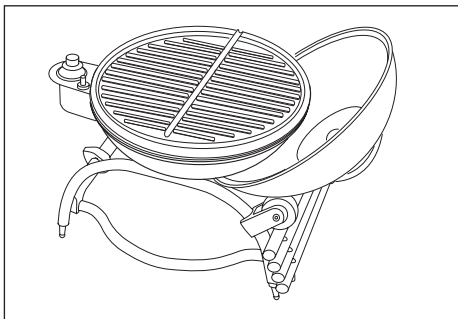

Figure 3
**NOTE :** Si le couvercle doit être retiré temporairement, vous pouvez le coincer entre le gril et les roues, tel qu'illustré à la figure 3.